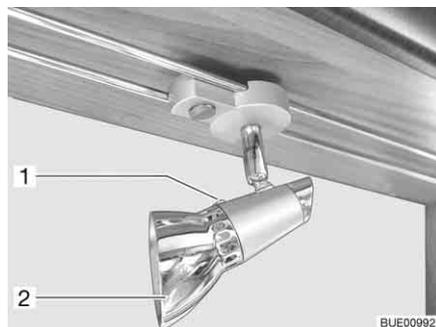

Fig. 205 Foco halógeno (desplazable)
- Soltar el tornillo de fijación (Fig. 205,1).
- Retirar la pantalla de lámpara (Fig. 205,2).